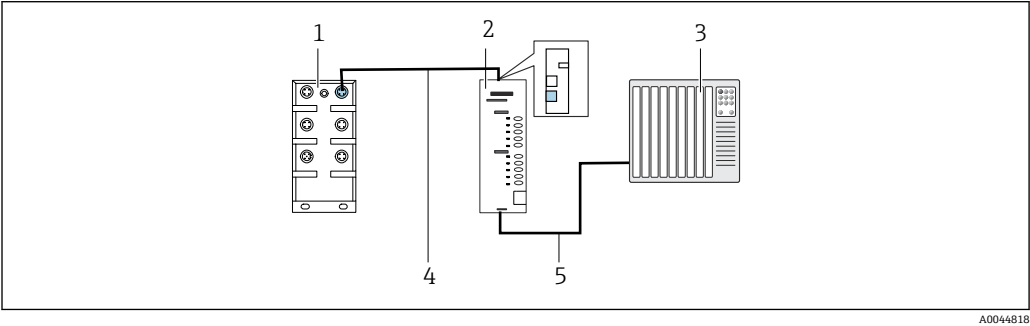

图 1 通信连接
- 1. 连接 Modbus TCP 接口与网关顶部。→ 图 1, 图 8
- 1. 连接 PROFIBUS 接口与网关底部。→ 图 1, 图 8